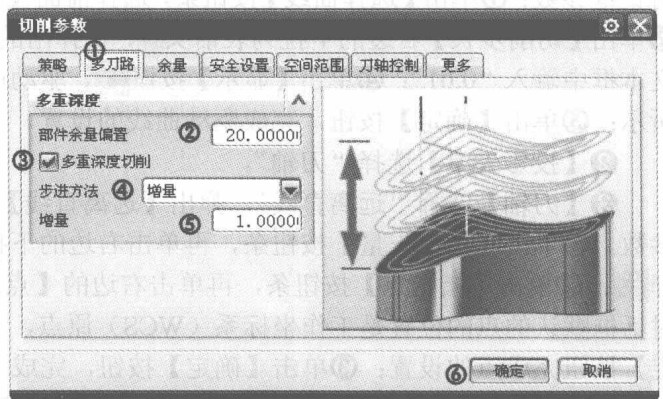

图 1-26 【切削参数】对话框
④ 单击【切削参数】按钮, 弹出【切削参数】对话框, 该对话框有七个选项卡, 如图 1-26 所示。在本实例中只需对【多刀路】选项卡进行设置, 其他六个选项卡的参数采用默认值: 操作如下: ①单击【多刀路】选项卡, 对话框切换到显示【多刀路】选项卡参数; ②在【部件余量偏置】文本框中输入“20”(毛坯圆柱与无槽部分圆柱半径之差, $90-70=20$); ③在【多重深度切削】前打钩; ④【步进方法】选择“增量”; ⑤在【增量】文本框中输入“1.0”; ⑥单击【确定】按钮, 完成【切削参数】的设置。